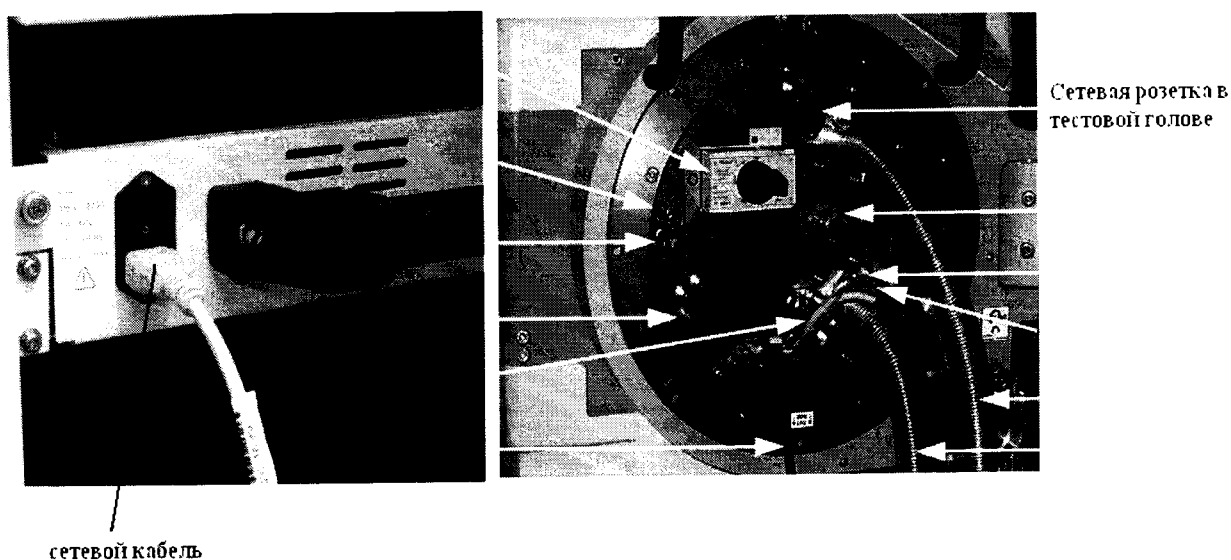

Рисунок 20 - Розетка для сетевого кабеля в калибровочном работе
7.5.4.8 Подсоединить сетевой кабель к розетке на калибровочном роботе с одной стороны и сетевой розетке в тестовой голове с другой (рисунок 20).